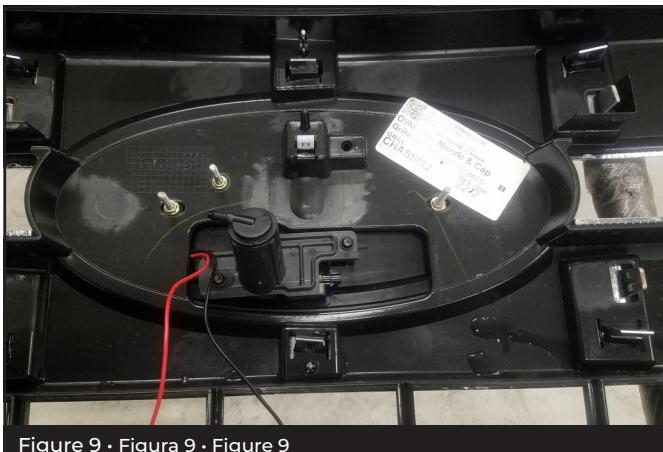

Figure 9 · Figura 9 · Figure 9
**9** Install emblem onto grille with provided (3) flange nuts. Tighten with 8mm wrench, being careful not to overtighten. (Fig 9)
**Fr** Installez l'embleme sur la grille avec les (3) écrous à flanche fournis. Serrez avec la clé de 8mm, en faisant attention à ne pas trop serrer. (Figure 9)